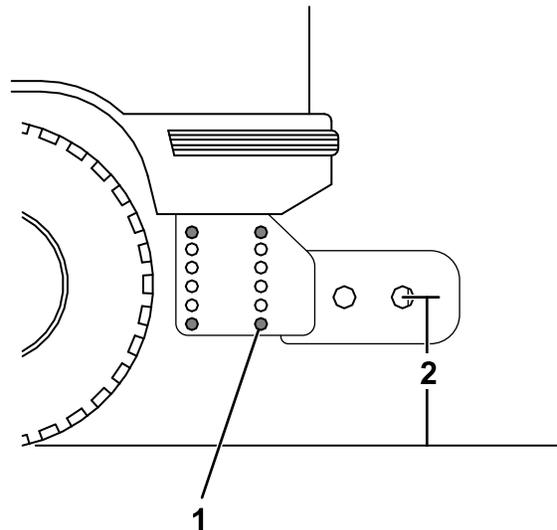

Figura 21
1. Mida la distancia desde el suelo a los orificios del pasador de enganche de la viga de empuje del chasis (Figura 21). La distancia debe ser de 48.2 cm (19").
2. Si la viga de empuje no está a una altura de 48.2 cm (19"), retire las fijaciones que sujetan la viga de empuje al chasis (Figura 21).